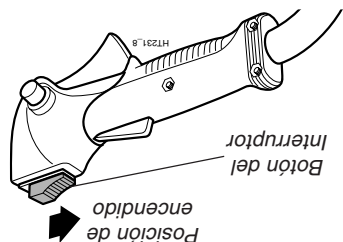

Figura 4
1. Deslice el botón del interruptor hacia la posición I (encendido). Consulte Figura 4.